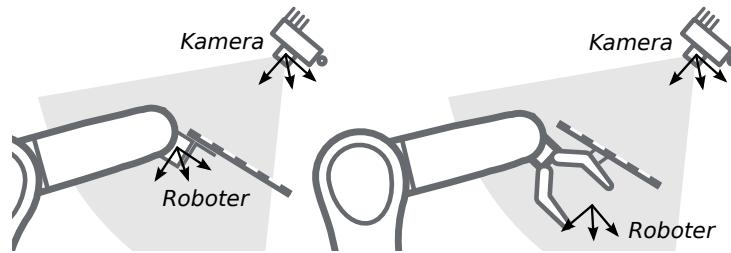

Abb. 6.23: Alternative Montageoptionen für die Befestigung des Kalibriermusters am Roboter
6.22 und Abb. 6.23 angegeben, angebracht werden.
Bemerkung: Für das Modul zur Hand-Auge-Kalibrierung spielt es keine Rolle, wie das Kalibriermuster in Bezug auf das benutzerdefinierte Roboter-Koordinatensystem genau angebracht und positioniert wird. Das bedeutet, dass die relative Positionierung des Kalibriermusters zu diesem Koordinatensystem weder bekannt sein muss, noch für die Kalibrierroutine relevant ist (siehe in Abb. 6.23).